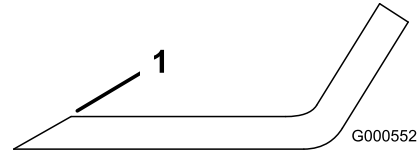

Figura 76
1. Utilice una lima para afilar el filo de corte en ambos extremos de la cuchilla (Figura 76).
Nota: Si la cuchilla no está equilibrada, rebaje algo el metal en la parte de la vela solamente con una lima (Figura 76).